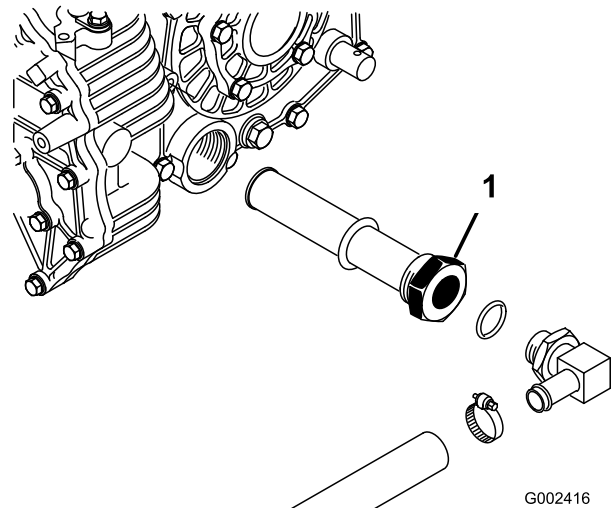

Figura 77
3. Observe la orientación del tubo hidráulico y del codo de 90° conectado al filtro en el lateral del depósito (Figura 77). Retire el tubo hidráulico y el codo de 90°.